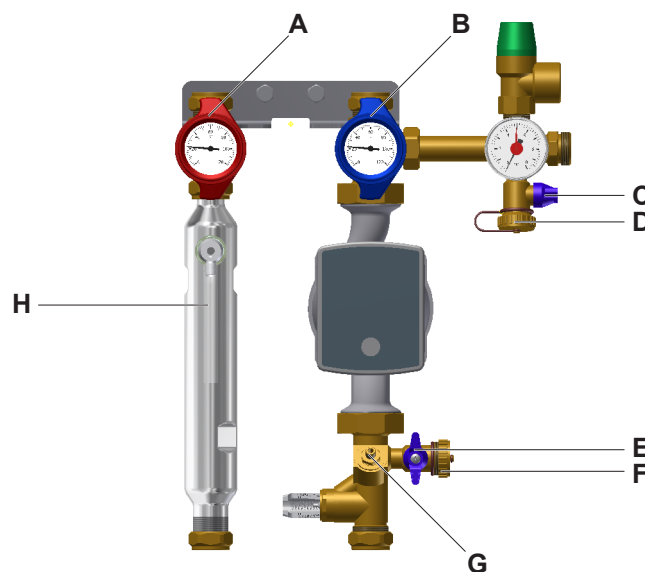

Abb. 7: Befüll- und Spülanschluss
- Öffnen Sie den Kugelhahn (Pos. C, siehe Abb. 7 auf Seite 12) am Zulauf.
- Öffnen Sie den Vorlauf-Kugelhahn (Multifunktionsarmatur, Pos. A, siehe Abb. 7 auf Seite 12) durch Drehen des Thermometergriffs (siehe „Thermometergriffstellungen“ auf Seite 14).
- Schließen Sie den Rücklauf-Kugelhahn (Multifunktionsarmatur, Pos. B, siehe Abb. 7 auf Seite 12) durch Drehen des Thermometergriffs (siehe „Thermometergriffstellungen“ auf Seite 14).
Die Multifunktionsarmatur des Vor- und Rücklauf (Multifunktionsarmatur, Pos. B, siehe Abb. 7 auf Seite 12) kann bei Bedarf um 45° (Entleerposition, siehe Abb. 7 auf Seite 12) geöffnet werden.
- Öffnen Sie das Regulier-/Absperrventil (Pos. G, siehe Abb. 7 auf Seite 12).
- Öffnen Sie den Rücklauf-Kugelhahn (Multifunktionsarmatur, Pos. B, siehe Abb. 7 auf Seite 12) während des Spül- und Befüllvorgangs 2-3 mal, um die Umwälzpumpe zu entlüften.
- Schließen Sie den Füll- und Entleerhahn (Pos. E, siehe Abb. 7 auf Seite 12).
- Schließen Sie den Füll- und Entleerhahn (Pos. C, siehe Abb. 7 auf Seite 12)
- Öffnen Sie den Rücklauf-Kugelhahn (Multifunktionsarmatur, Pos. B, siehe Abb. 7 auf Seite 12) durch Drehen des Thermometergriffs (siehe „Thermometergriffstellungen“ auf Seite 14).
- Entfernen Sie den Befüllschlauch (Druckschlauch) der externen Spül- und Befüllpumpe vom Zulauf (Pos. C, siehe Abb. 7 auf Seite 12), den Spülschlauch vom Rücklauf (Pos. F, siehe Abb. 7 auf Seite 12) des Sicherheitsventils und schrauben Sie die Abdeckkappen auf die Anschlüsse.
- Öffnen Sie die Vor- und Rücklauf-Kugelhähne (Multifunktionsarmaturen, Pos. A+B, siehe Abb. 7 auf Seite 12) vollständig.